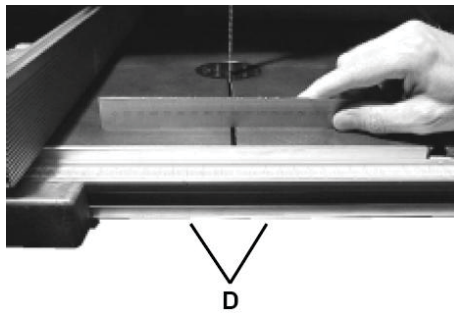

Рис. 12
краю столу (див. Рис. 12).
- Якщо рівень показує, що є нерівність упоперек столу, необхідно відрегулювати стіл за допомогою двох гвинтів та стопорних гайок (постачаються із верстатом), що розташовані у нижній частині напрямної (D) (Рис. 12).